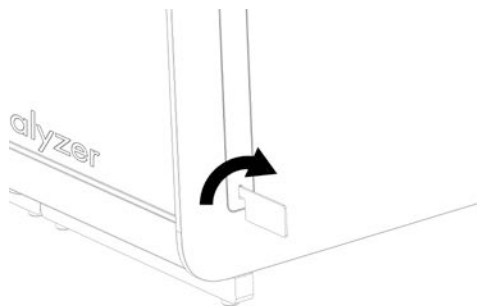

Figura 5. Rimozione dei coperchi di protezione.
2. Rimuovere i coperchi di protezione dal lato del modulo analitico utilizzando lo strumento di rimozione del coperchio di protezione in dotazione con il QIAstat-Dx Analyzer 1.0 (Figura 5).